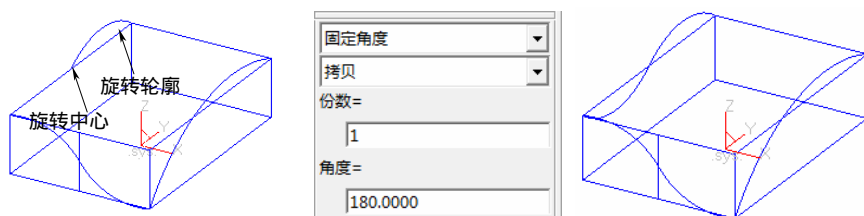

图 6-45 平面旋转
12) 选择下拉菜单“造型”→“几何变换”→“平面旋转”命令,或者单击“几何变换”工具栏上的“平面旋转”按钮,在立即菜单中选取“复制”,输入角度值 180,指定如图 6-45 所示的旋转中心,选择旋转轮廓,单击鼠标右键完成旋转,如图 6-45 所示。